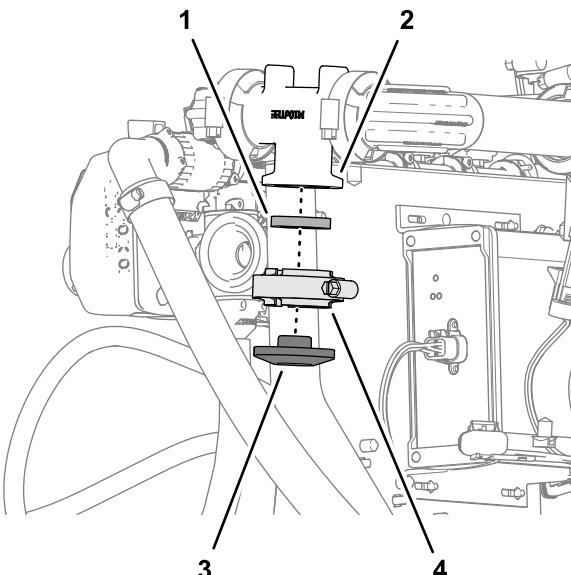

图138
3. 使用在步骤 2 中卸下的法兰夹具和垫片将平头盖子组装到流量计歧管法兰上并用手紧固夹具 图138。